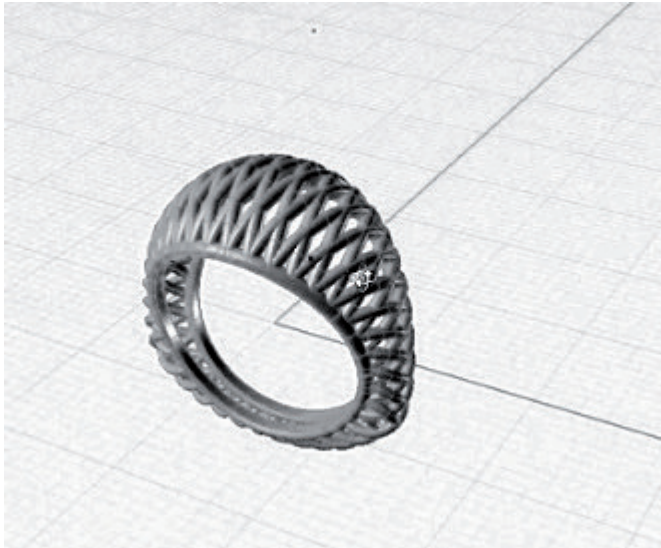

Рис. 81. Замыкающие окружности с применением Pipe
16. Выделяем верхний круг, вводим команду Pipe. Также поступаем и со вторым нижним кругом (рис. 81).
17. Выделяем все изделие. Создаем копию и поворачиваем ее так, чтобы дуги пересеклись, как на рис. 81.